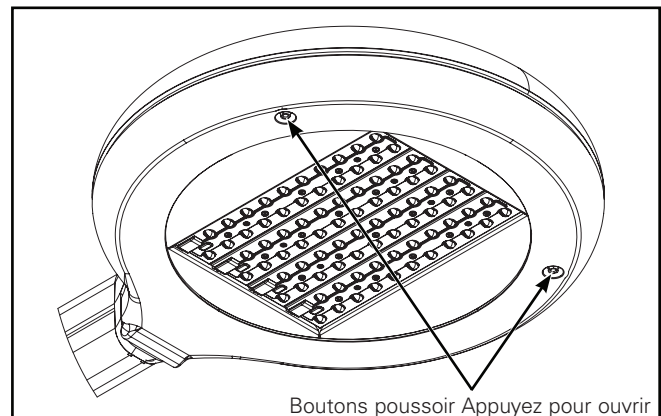

Figure 1.
Fixation du bras au poteau (Figures 1 – 2.)
1. Ouvrez la porte et appuyez simultanément sur les deux boutons poussoir (Figure 1).